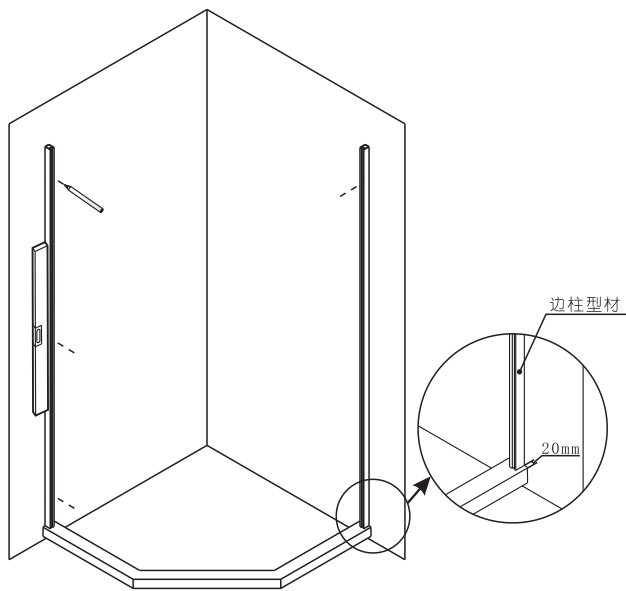

图2
3. 将“边柱型材”按图所示，放置于安装位置，在墙上需钻孔位置做好记号，然后在墙上钻好孔，敲入膨胀胶粒，再将拉杆放在石基上，最后将“边柱型材”卡入拉杆中并用螺丝锁紧在墙上(如图2, 2-1, 2-2所示)。